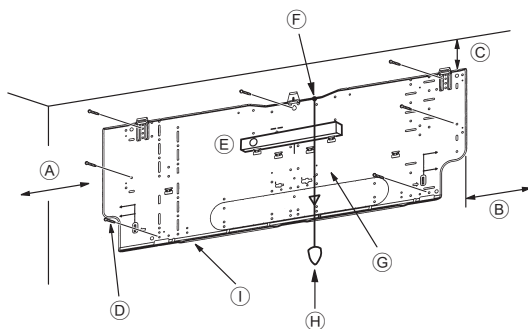
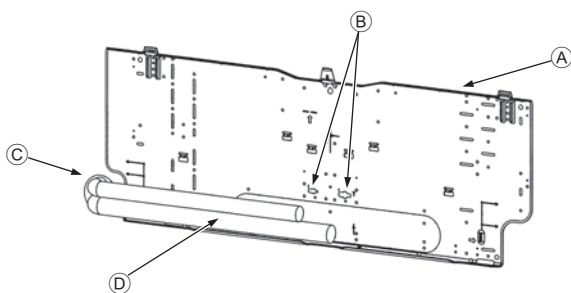

Fig. 3-4
Fig. 3-5
■ PKFY-P-VKM-E (Fig. 3-4)
- Ⓓ Befestigungsschrauben (4 × 25) ②
- Ⓘ Montageplatte ①
3.3. Wenn Rohre in der Wand verlegt werden (Fig. 3-5)
- Ⓐ Montageplatte ①